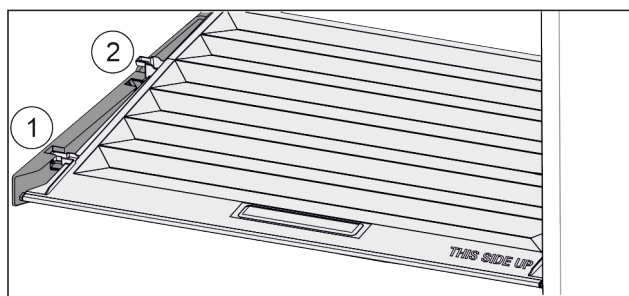

Fig. 150
- ▶ Vytáhněte víko dopředu až k otvoru v přídržných dílech Fig. 150 (1).
- ▶ Vzadu zespu dole nadzvedněte a vyjměte směrem nahoru Fig. 150 (2).